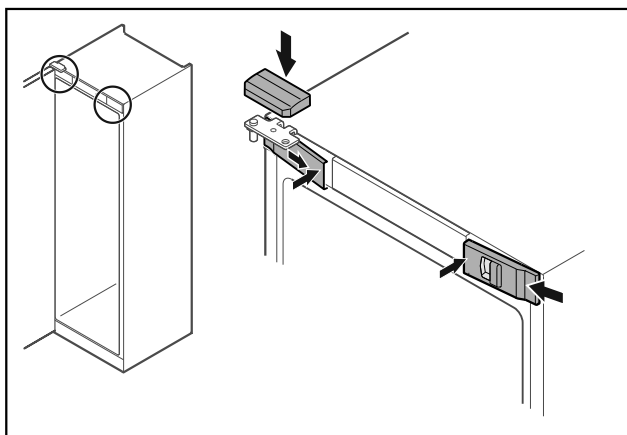

Fig. 49
- Fig. 49 (1) с внутренней стороны
- Защелкните верхнюю крышку Fig. 49 (2) сверху